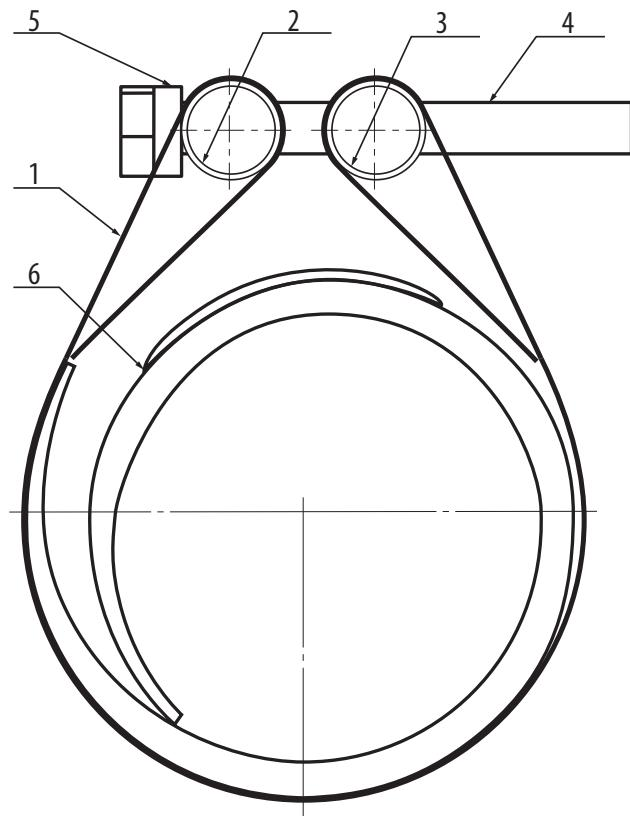

Рис. 1.
3.2 Вывернуть болты **4** (рис.1).
3.5 Вставить болты в отверстия пальца **2**, предварительно подложив шайбы **5**, и закрутить их в резьбовые отверстия пальца **3** (рис. 1).